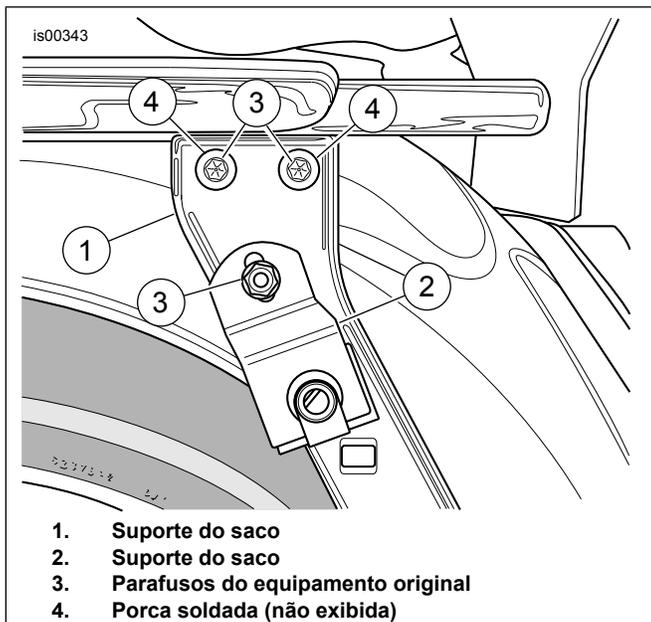

Figura 3. Parafusos do equipamento original (exibido no lado esquerdo)
7. Ver Figura 3 . Remover e descartar os parafusos (3) existentes de cada lado do motociclo.